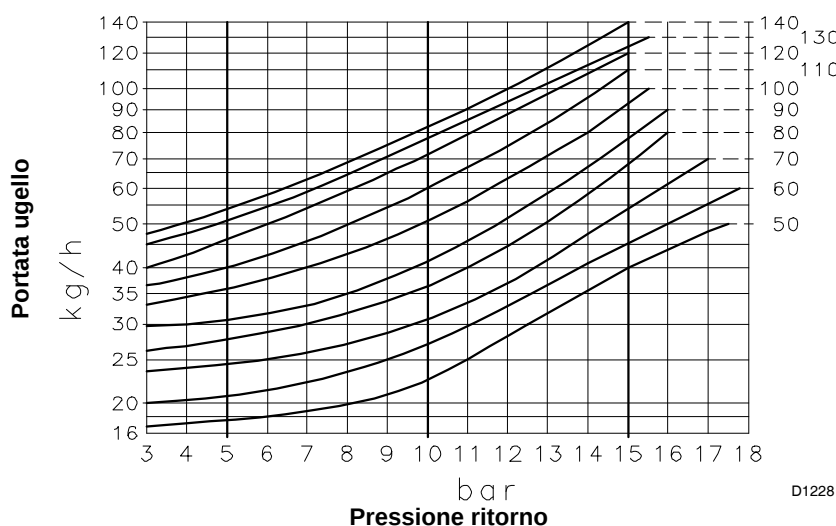
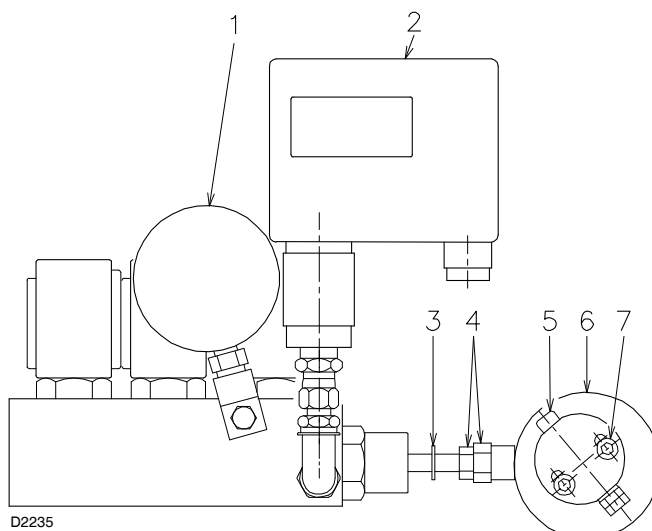

Fig. 25
Fig. 26
Il diagramma (Fig. 25) indica questa relazione per ugelli Bergonzo tipo A3 ed A4 con pressione in mandata pompa di 20 bar.
Diagramma (Fig. 25):
Il valore della pressione sul ritorno dell'ugello è indicato dal manometro 1) (Fig. 26).
Le correzioni di pressione sul ritorno si ottengono variando l'eccentrico 6) (Fig. 26) e il dado con controdado 4) (Fig. 26).
- Non portare mai il pistone del variatore a battuta: l'anello di arresto 3) (Fig. 26) determina la massima corsa.
- A regolazione avvenuta verificare manualmente, dopo aver sbloccato il servomotore (vedi pag. 18), che fra 0° e 130° non vi siano impuntamenti e che le pressioni massima e minima corrispondano a quella prescelta secondo il diagramma (Fig. 25, pag. 20).
La portata dell'ugello è data dal diagramma (Fig. 25, pag. 20) in corrispondenza della pressione sul ritorno dell'ugello, letta sul manometro 1) (Fig. 26, pag. 21).